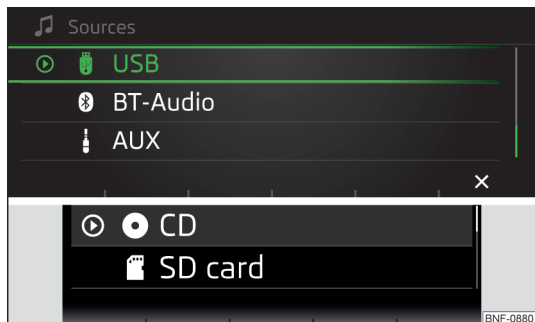

Fig. 106
- Pulsar la tecla de función **🎵**. Seleccionar con el potenciómetro **[◀▶]** la fuente de audio » **fig. 106** y elegir la carpeta/título deseado.